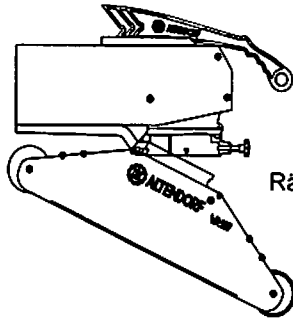

Abb.48
- Zum Einsetzen die Schutzhaube schräg halten und in das Haubengelenk einführen, Abb.48